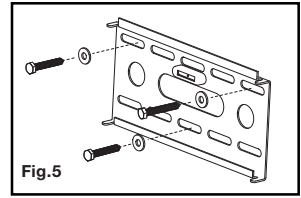

Fig.5
- Place the wall plate back against the wall and attach it using the lag bolts (A) and lag bolt washers (B) provided (see Fig. 5). Do not over-tighten these bolts and do not release the wall plate until all bolts are in place. Ensure that the wall plate remains level after all bolts are secured.
5. Coloque la placa de la pared nuevamente contra la pared y fíjela usando las pijas (A) y las arandelas para pija (B) suministradas (Ver Fig. 5). No apriete los pernos demasiado y no suelte la placa de pared hasta que todos los pernos estén colocados en su posición. Asegúrese que la placa de pared permanezca nivelada luego de haber afianzado todos los pernos.
5. Placez la plaque murale sur le mur et fixez-la à l'aide des tirefonds (A) et des rondelles à tirefonds (B) fournis (voir fig. 5). Ne pas trop serrer ces boulons et ne lâcher la plaque murale qu'une fois ces derniers en place. S'assurer que la plaque murale est toujours à niveau une fois les boulons fixés.